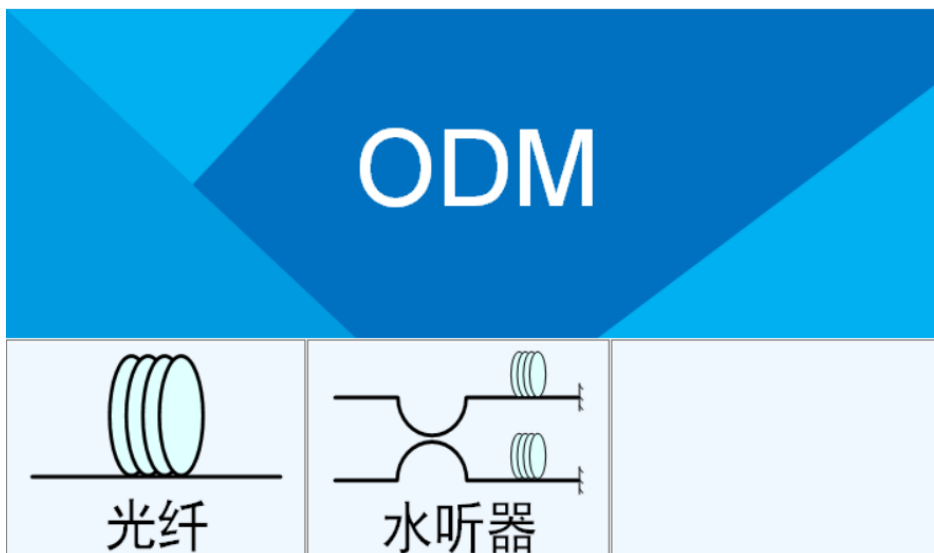

图 13 功能选择软件界面
6. 干涉臂功能仅限部分机型，在配有干涉臂功能选件的机型上，将会优先弹出功能选择框，如图13所示。先选择对应的测量功能，再弹出相应的测量软件主界面窗口。